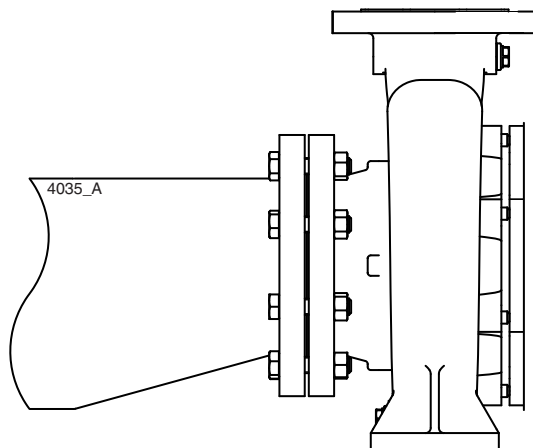

Рисунок 7: Переходной патрубок с эксцентричным расположением концевых отверстий для приемного фланца.
- Сечение всасывающей трубы должно иметь достаточные размеры. Эта труба должна быть по возможности короче и подходить к насосу таким образом, чтобы исключить образование воздушных пробок. Если это невозможно, в самой верхней точке трубы следует предусмотреть устройство для выпуска воздуха. Если внутренний диаметр всасывающей трубы превышает размер приемного патрубка насоса, для предотвращения образования воздушных пробок и завихрений необходимо применить переходной патрубок с эксцентричным расположением концевых отверстий. См. рисунок 7.